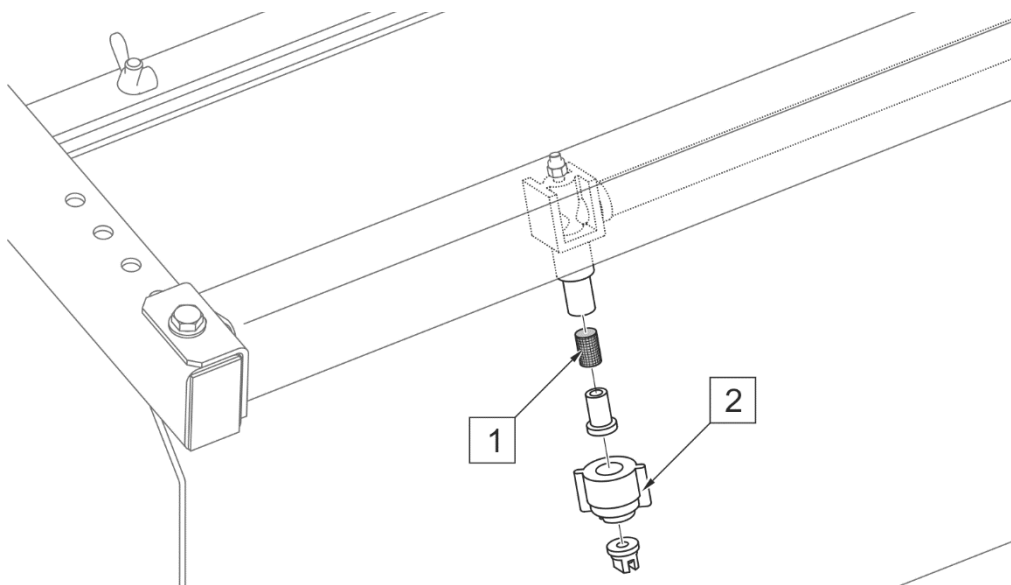

РИСУНОК 5.11 Фильтры поливателей
Внутри каждого поливателя имеется фильтр (РИСУНОК 5.11). Для того, чтобы очистить фильтр (1) в поливателе, нужно отвинтить гайку (2) и промыть фильтр или продуть сжатым воздухом. Перед монтажом проверьте проходимость разбрызгивающей головки. Проверить техническое состояние поливателей и в случае необходимости заменить поврежденные элементы.